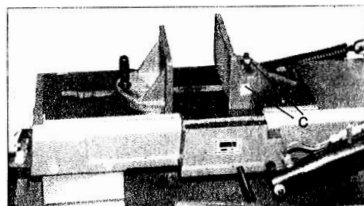

Fig 7.
1. Fjern bolt- og møtriksamlinger (C, fig. 7).
2. Placer skruestik og geninstaller boltenheder som vist i fig. 7.